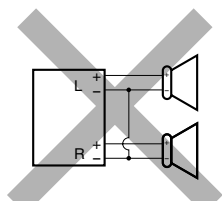
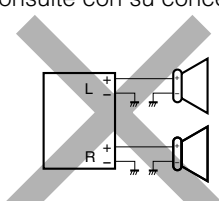
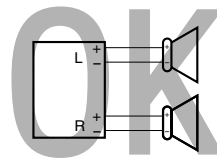

Fig. 1
Fig. 2
Fig. 3
- If the speaker wiring in your car is as illustrated in Fig. 1 and Fig. 2 below, **DO NOT** connect the unit using that original speaker wiring. If you do, the unit will be seriously damaged. Redo the speaker wiring so that you can connect the unit to the speakers as illustrated in Fig. 3.
- If the speaker wiring in your car is as illustrated in Fig. 3, you can connect the unit using the original speaker wiring in your car.
- Si el conexionado de altavoz de su automóvil es como se indica en las Figs. 1 y 2 de abajo, **NO** conecte la unidad utilizando ese conexionado de altavoz original. Si lo hace, se producirán daños graves en la unidad. Vuelva a efectuar el conexionado de altavoz de manera que pueda conectar la unidad a los altavoces de la manera indicada en la Fig. 3.
- Si el conexionado de altavoz de su automóvil es como se indica en la Fig. 3, podrá conectar la unidad utilizando el conexionado de altavoz original de su automóvil.
- Si le câblage des enceintes de votre voiture est réalisé comme montré sur la Fig. 1 ou Fig. 2 ci-dessous, **NE CONNECTEZ PAS** l'appareil en utilisant ce câblage original d'enceintes. Si vous le faites, l'appareil sera sérieusement endommagé. Recommencez le câblage des enceintes de façon que vous puissiez connecter l'appareil aux enceintes comme montré sur la Fig. 3.
- Si le câblage des enceintes de votre voiture est comme montré sur la Fig. 3, vous pouvez connecter l'appareil en utilisant ce câblage original d'enceintes pour votre voiture.